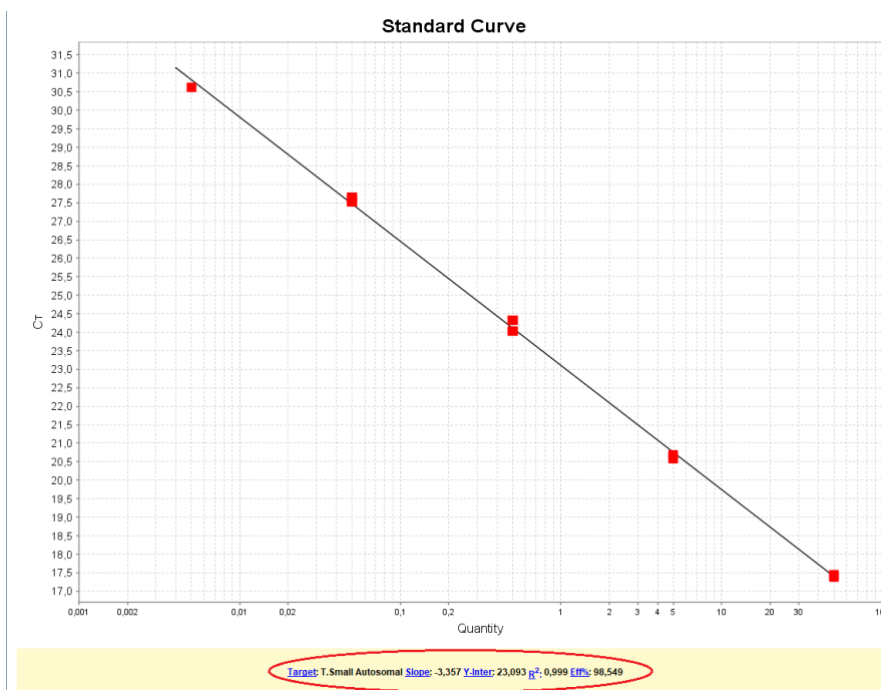

Рисунок 66
4. Убедиться, что параметры каждой калибровочной кривой (рисунок 66) соответствуют значениям: